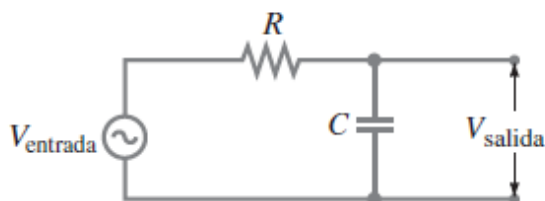

Figura 3. Diagrama do circuito RC do filtro passa-baixo.
O esquema seguinte, na figura 3, mostra um circuito RC denominado filtro-passa-baixo
4. Uma vez na placa de circuito impresso, proceda à montagem do circuito da figura 3 utilizando a resistência e o condensador que seleccionou anteriormente.
8. Efetue o mesmo procedimento que o anterior, mas desta vez pegue no condensador, depois coloque o multímetro no modo de capacitância (F) e registre o valor real do condensador na tabela 1 com a respectiva incerteza.